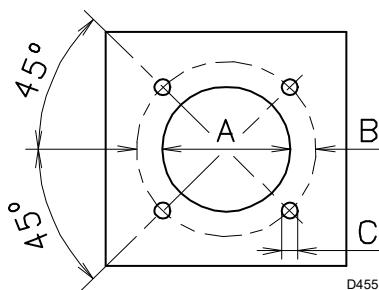

Fig. 6
5.3 Plaque chaude (Fig. 6)
Percer la plaque de fermeture de la chambre de combustion (Fig. 6) La position des trous filetés peut être tracée en utilisant l'écran thermique du brûleur.